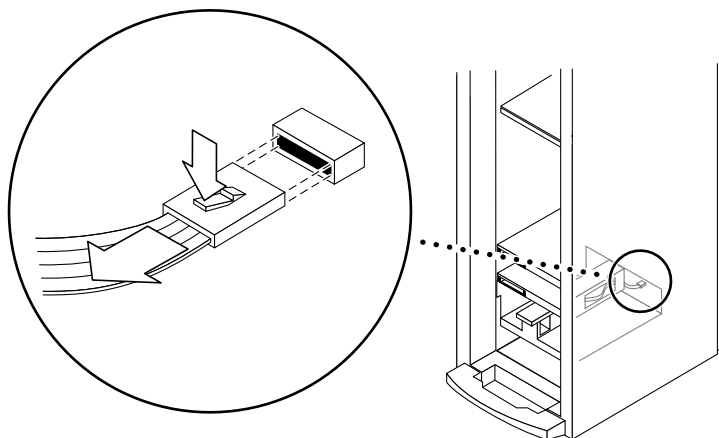

図 12-36 センタープレーンからの LED ケーブルの取り外し — Sun Fire 3800 システム
4. システムの正面で、センタープレーンから LED ケーブルを外します (図 12-36)。コネクタキーは、上部にあります。
4. システムの正面から、センタープレーンに LED ケーブルを接続します (図 12-36)。